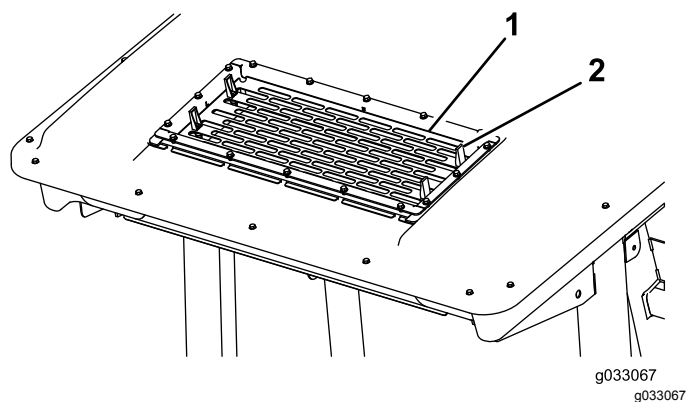

Figura 56
2. Eleve as quatro patilhas do filtro do ar condicionado (Figura 56) e retire a parte superior da cabina.